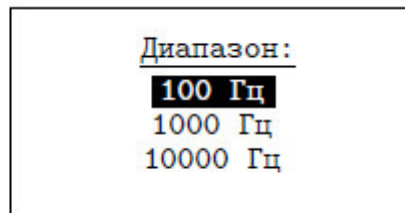

Рисунок 34
3.6.2 «ДИАПАЗОН ЧАСТОТ» - установка диапазона частот сигнала (рис. 34). Установка диапазона частот определяет частоту оцифровки сигнала и частоту среза фильтра низких частот 8-го порядка.